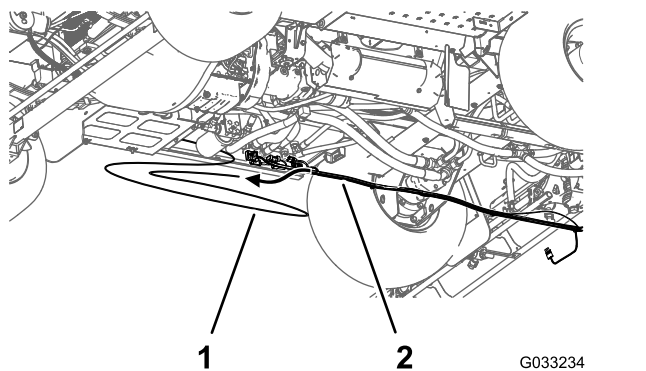

Figura 29
8. Retire el tubo del sensor de presión del indicador del salpicadero del arnés de cables trasero de la máquina (Figura 29).